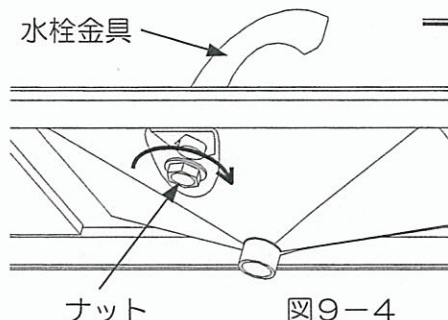

図9-4
(4) カウンターにタンク同梱されている水栓金具を手締めで取付けてください。その後、タンクのホースと水栓金具とを手締めで接続してください。(図9-4・5)